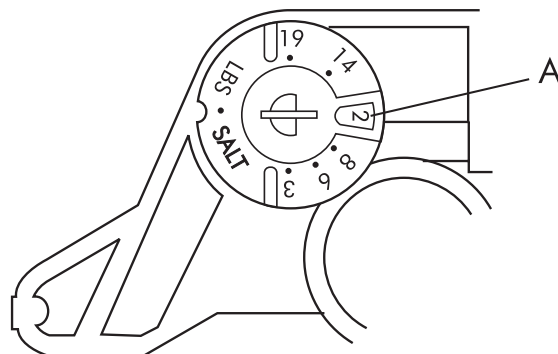

Fig. 5
- 9 Controlati regulatorul de saramura (vezi fig. 5): la ferestruica (A) trebuie sa apara o valoare in functie de modelul de dedurizator (vezi tabelul)